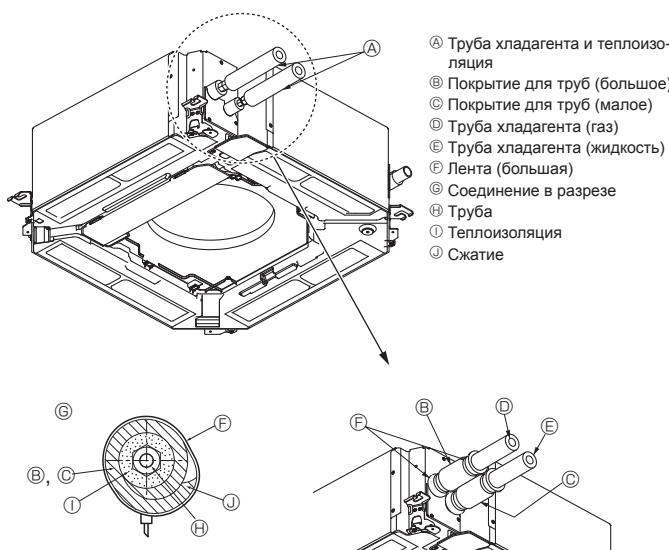

Fig. 3-3
3.4. Внутренний прибор (Fig. 3-3)